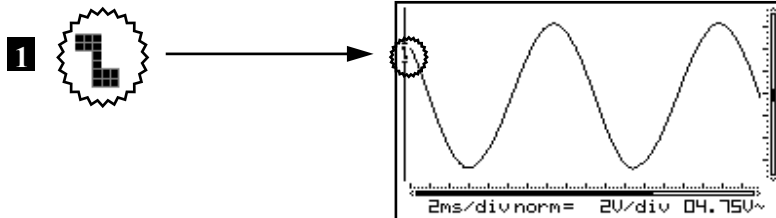

Fig 47
1. **Arranque en el flanco montante de la señal:** La pantalla visualiza la señal tan sólo cuando detecta un flanco positivo, es decir, la señal tiene que cambiar de abajo hacia arriba para provocar el arranque. (*Fig. 47*)